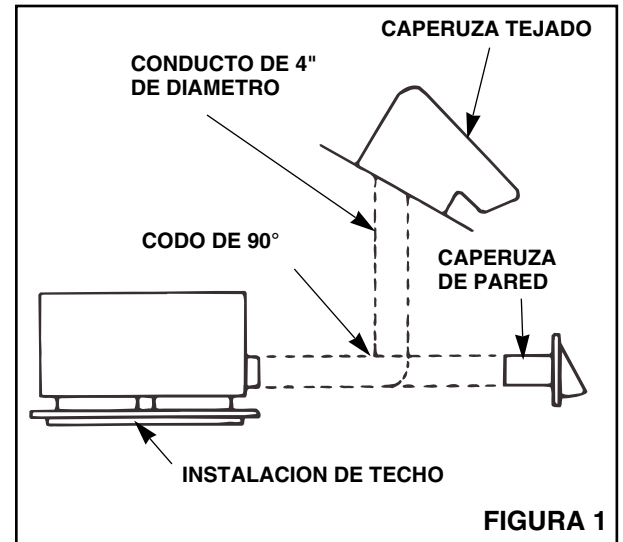
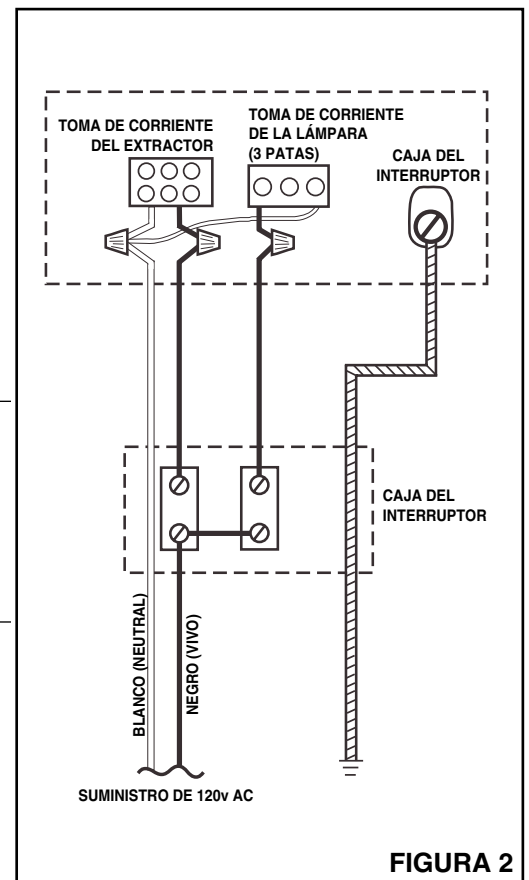

FIGURA 1
FIGURA 2
4. Refiérase a la **Figura 1**. Utilice un conducto redondo de 4" para descargar el ventilador hacia el exterior.
Refiérase a la **Figura 2**.
Refiérase a la **Figura 2** para ver el cableado y a la **Figura 1** para ver el conducto.